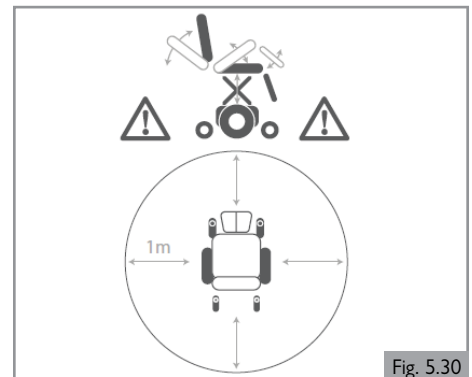

Fig. 5.30
4. Comme avec tout composant mobile, veillez à ne pas vous pincer les doigts. (Fig. 5.30)